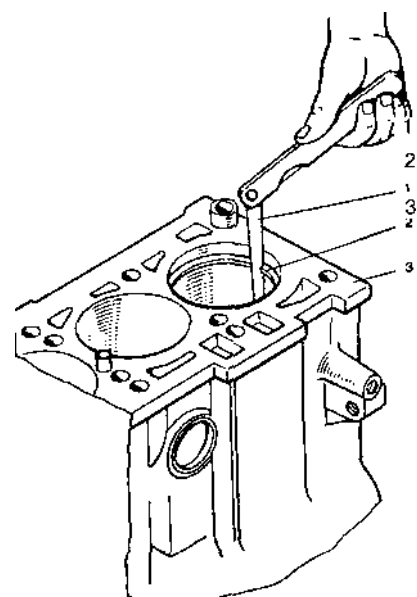

Рис. 2.27.1. Проверка зазора в замке поршневого кольца: 1 — щуп; 2 — поршневое кольцо, 3 - блок цилиндров.
2. Вставить поршневое кольцо в цилиндр, протолкнуть его донным концом поршня на глубину 10-12 мм. Тепловой зазор в стыке работающего кольца не должен превышать 1,00 мм (рис. 2.27.1).